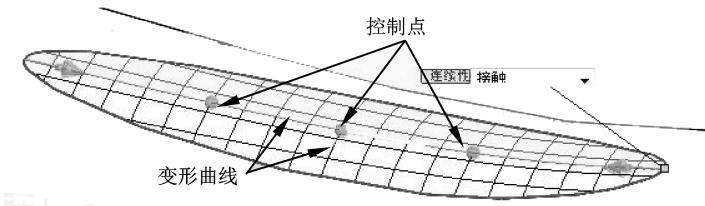

图 4-66 添加变形曲线和变形控制点
- 24 利用【自由形】工具，添加两条变形曲线和 3 个控制点，如图 4-66 所示。